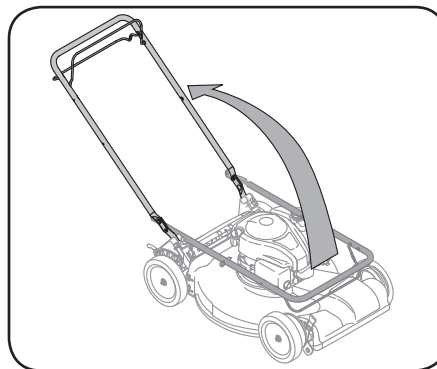

Figure 2-2
3. Assurez-vous que la tondeuse est stable, puis faites pivoter la poignée supérieure vers le haut. Voir Figure 2-2. Veillez à ne pas pincer le câble lorsque vous relevez la poignée.